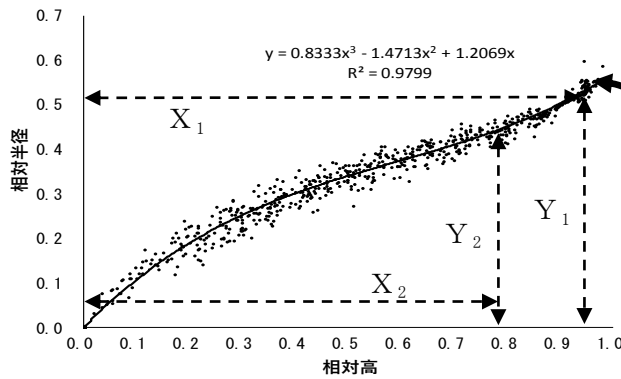

図1 長崎県スギ人工林における相対幹曲線
3. 樹高と胸高 1.2m から相対高 X_1 を求め、相対幹曲線から相対半径 Y_1 を求める（図1）。